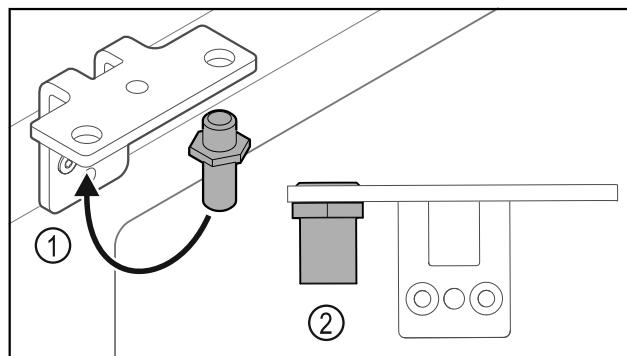

Fig. 30
- ▶ Flyt bolten Fig. 30 (1) i hængselvinklen.
- ▶ Spænd bolten Fig. 30 (2) med et drejemoment på 12 Nm.